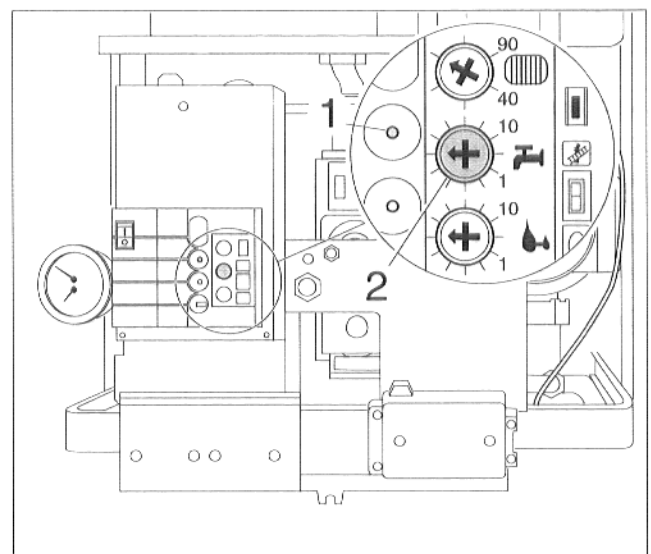

Abb. 21 Voreinstellung für „Brennerdruck kontrollieren“
- Servicetaste (Abb. 21, Pos. 1) drücken und ca. 10 s gedrückt halten (Display: „-Y“).
- Regler für Brauchwasser (Abb. 21, Pos. 2) auf „1“ stellen.